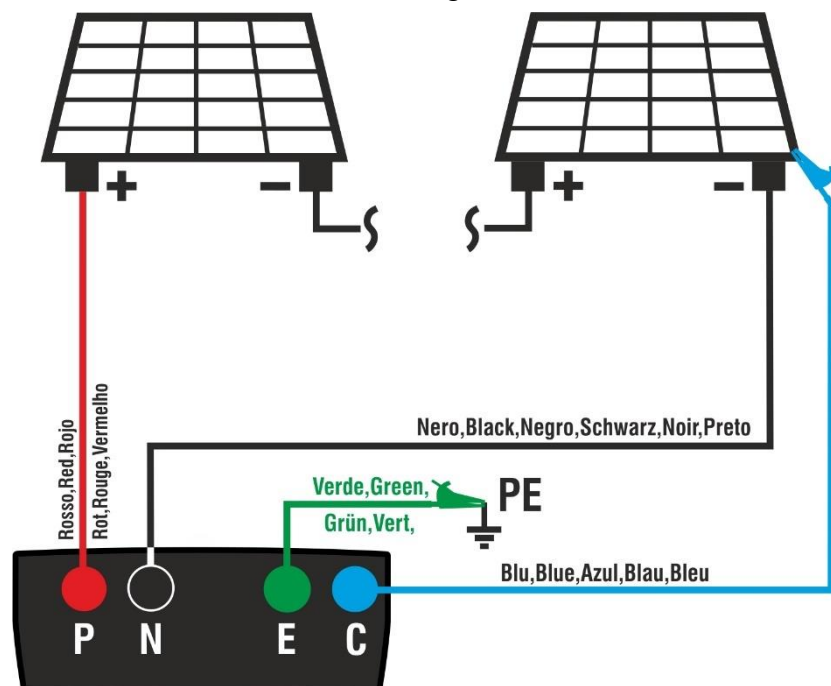

Fig. 11: Conexión para la prueba IVCK sin unidad remota
5. Conecte el instrumento al módulo/string en pruebas y eventualmente al nodo principal de tierra de la instalación y a las masas metálicas puestas a tierra como se muestra en Fig. 11. En particular, conecte el polo Negativo de salida del módulo/string al terminal N y el polo Positivo de salida del módulo/string al terminal P